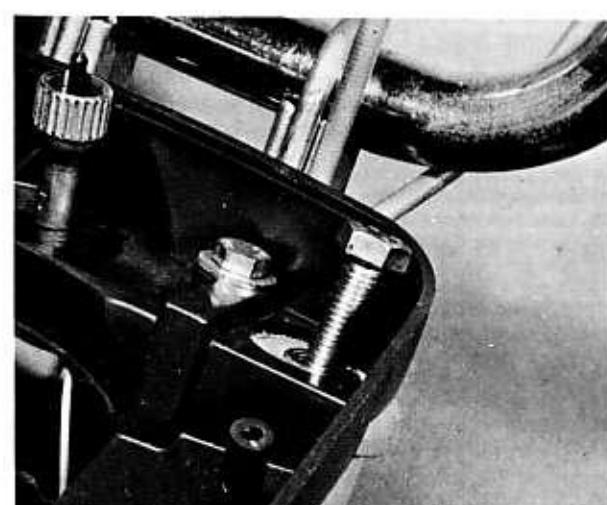

Bild 112
- Das Scheinwerfergehäuse durch Lösen der beiden Befestigungsschrauben an der Unterseite öffnen (Bild 159). Die obere Gehäusehälfte abheben, jedoch nicht von der Geschwindigkeitsmesserwelle und den Kabeln lösen. Die beiden Schrauben lösen, die durch die obere Gabelbrücke in die beiden Standrohre eingeschraubt sind (Bild 112). Die Muttern von den beiden Bügelschrauben entfernen, mit denen der Lenker befestigt ist, und den Lenker, die Bügelschrauben, die Klemmböcke und das Sicherungsblech (falls vorhanden) abheben.